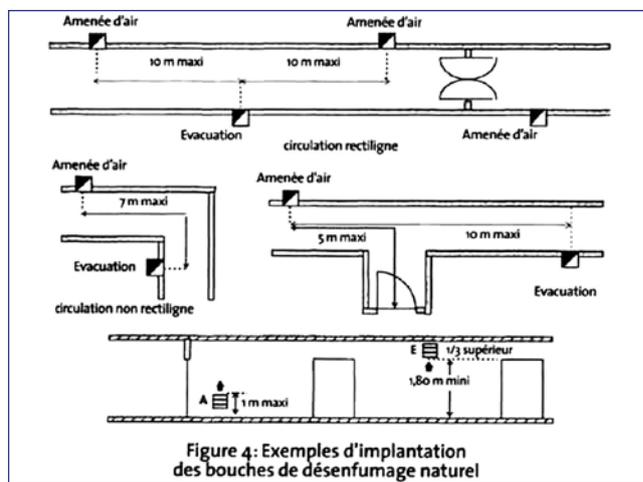

Figure 4: Exemples d'implantation des bouches de désenfumage naturel
- les amenées d'air et les évacuations de fumée sont réparties de façon alternée, en quinconce ou non, en tenant compte de la localisation des risques. Les amenées d'air sont au moins aussi nombreuses que les évacuations. La distance horizontale entre amenée et évacuation, mesurée suivant l'axe de la circulation, ne doit pas excéder 10 m dans le cas d'un parcours rectiligne et 7 m dans le cas contraire. Lorsqu'une bouche d'évacuation de fumée est desservie par deux bouches d'amenée d'air, les distances entre bouches doivent être sensiblement équivalentes (fig. 4) ;